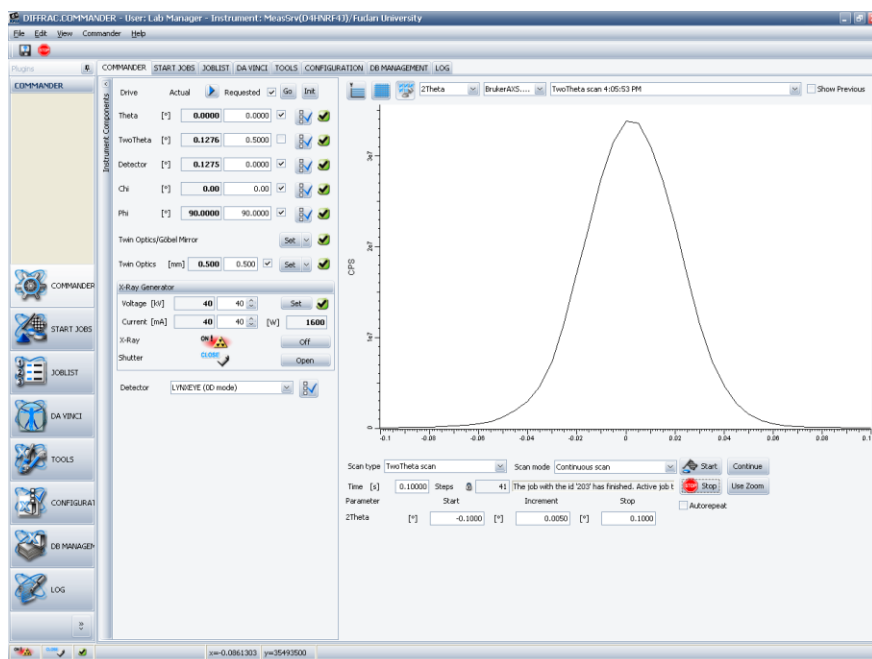

图 7-7
7.5将 Theta 及 Detector 设为 0，按 go，选择 Two theta 测量模式，将测试范围设为-0.1 至  $0.1^{\circ}$ ，步长为 0.005。(图 7-7)测量完后打开 commander 目录下的 reference and offset determination（选择 Offset），将 Theoretical Position 改为  $0^{\circ}$ ，点击 OK offset 探测器端的参考位置（图 7-7）。